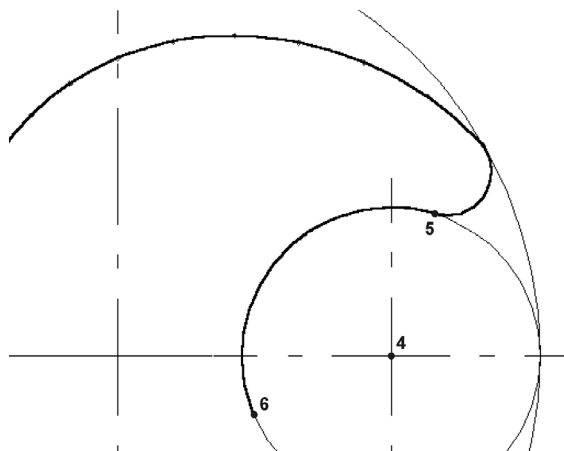

Рис. 20.7. Построение дуги 5–6
10. В ответ на запросы системы последовательно укажите три точки: центр дуги 4, начальную точку 5 и конечную точку 6 (рис. 20.7). Для построений используйте глобальную привязку **Ближайшая точка**.